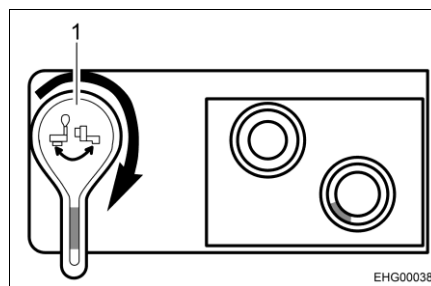

Fig. 85 Rubinetto di scarico, aperto
- Aprire il rubinetto di scarico. A tale scopo, ruotare la leva del rubinetto di scarico di 90° in senso orario (vedi Fig. 85,1).